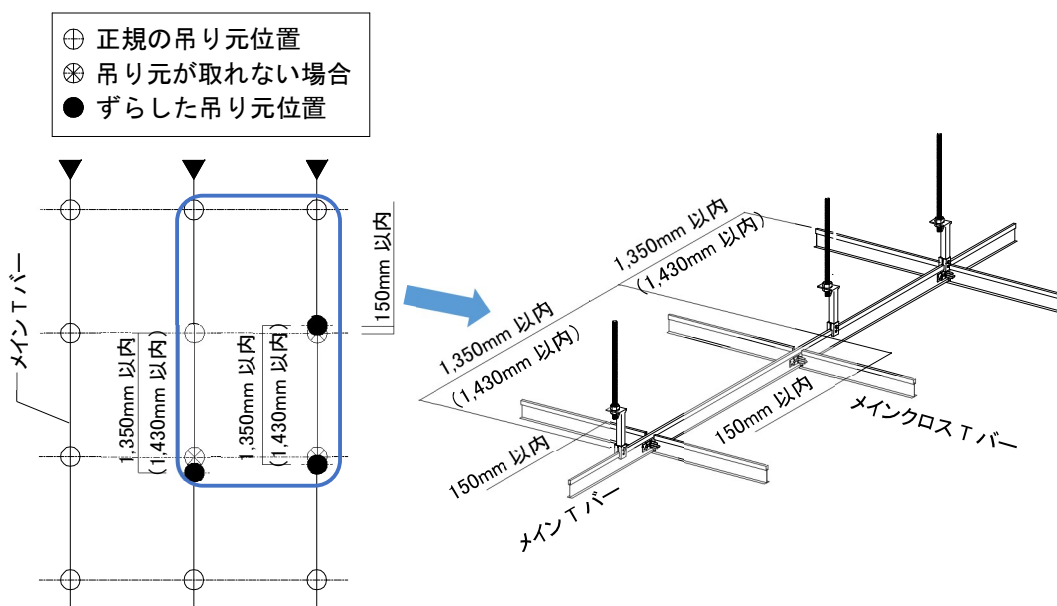

図2-3-2 吊りボルト設置時の注意事項
- ② ハンガーを組付けた吊りボルトをインサートにねじ込み、吊りボルトが鉛直になるように設置すること。
- ③ 吊りボルト設置時は、メインTバーとメインクロスTバーの交点 1,200×1,200 mmまたは 1,280×1,280 mm付近に直吊りする。やむを得ず交点から離れて吊る場合は、メインTバー方向、メインクロスTバー方向とも 150 mm以内とし、吊りボルト相互の離れは 1,350 mm以内(1,280×1,280 mmの場合は 1,430 mm以内)とすること。(図 2-3-2 参照)